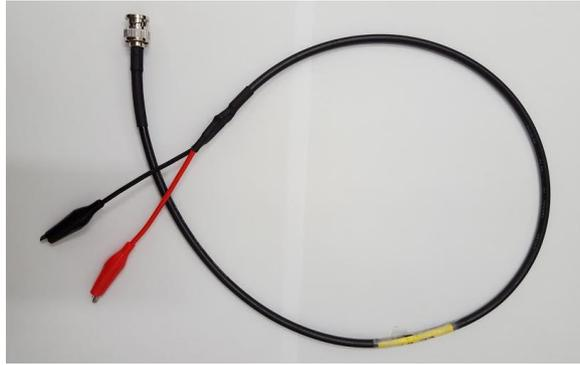

Figura 3 – Cabo coaxial com terminais BNC-jacarés.
- i)** O valor de $(v_p - v_n)$ deverá ser tomado no osciloscópio utilizando-se um cabo blindado específico com terminações BNC – jacarés, Figura 3. Com ele será possível minimizar efeitos de interferência eletromagnética e possibilitará realizar medições de tensão da ordem de milivolts neste equipamento. Não se esqueça de fazer os ajustes necessários para utilizar-se cabo coaxial no osciloscópio. Obtenha as demais tensões do circuito com as pontas de prova.